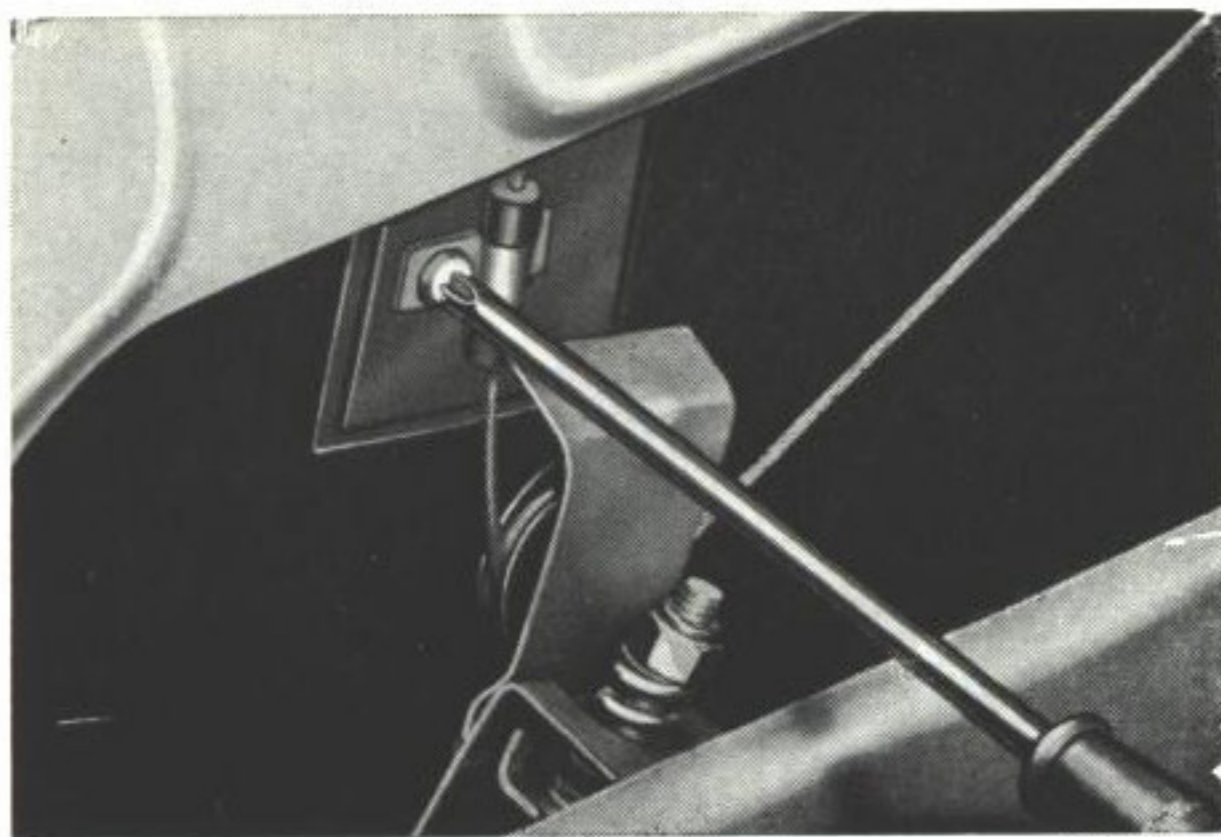

Bild 35. Överfall till medbringare lossas
1. Lossa överfallet som håller medbringaren på hisswiren vid hisskenan under rutan och lyft upp denna, bild 35. På bakdörrarna saknas medbringare, överfallet ligger direkt mot hisskedjan.